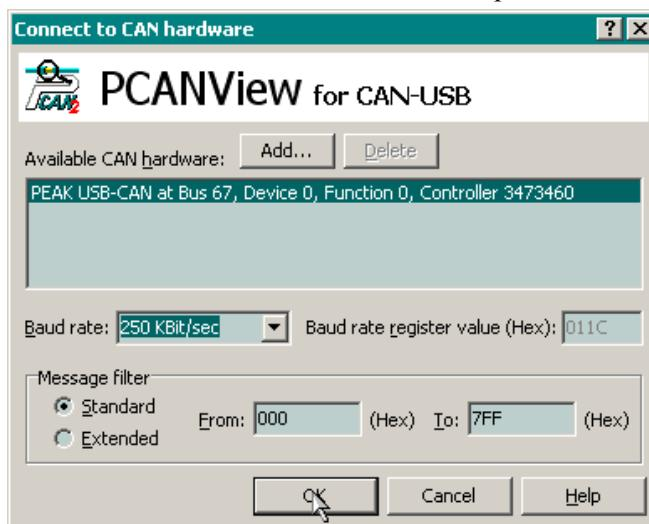

Рис. 54. Диалоговая панель выбора CAN-адаптера
2. Запустите программу PCANView USB из программной группы *PCAN USB*. На экран монитора будет выведена диалоговая панель выбора адаптера и настройки параметров обмена **Connect to CAN hardware**, показанная на рис. 54.